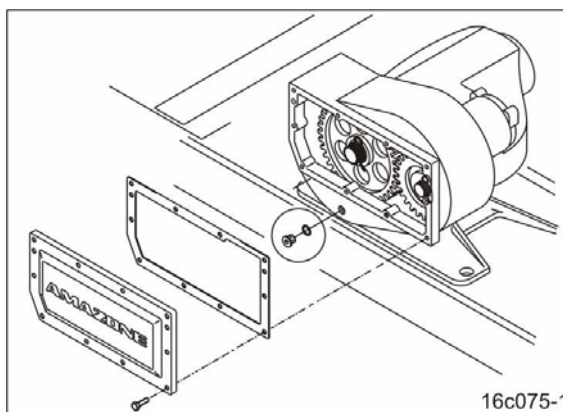

Fig. 157
7. Fjern holdefjedrene (Fig. 157/1).